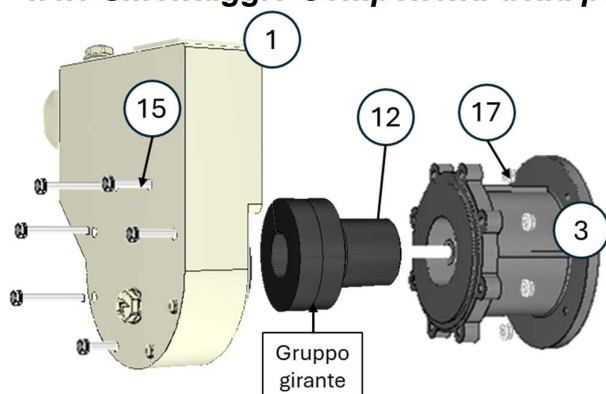

Fig.4
1. Separare il corpo pompa (1) dalla lanterna (3), rimuovendo le viti 15 dai dadi (17) con le loro rispettive rondelle
2. Sfilare il magnete interno 12 con il gruppo girante (Fig.4)
3. Controllare lo stato di usura dell'albero (8) e dell'anello (9)